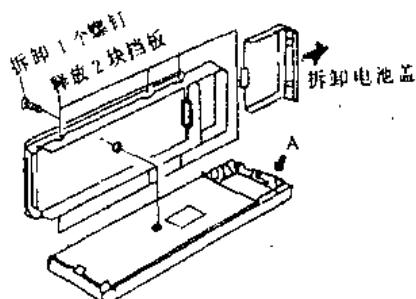

图 1-2
(2) 拆卸遥控装置
步骤：①如图 1-2 所示，拆卸 1 个螺钉。
②拆卸电池盖。
③压着 A 部而释放两块挡板，然后依次释放剩余的挡板（共有 8 块挡板）。